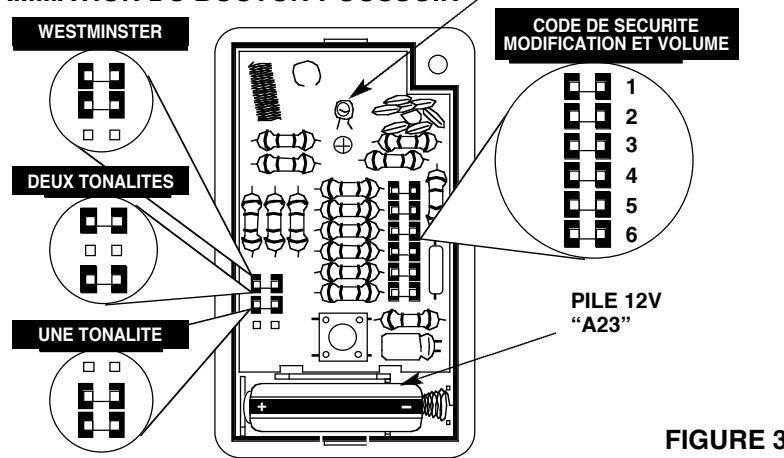

FIGURE 3
##### Voir la Figure 3.
2. Sélectionner la tonalité désirée, comme indiqué à la Figure 3.